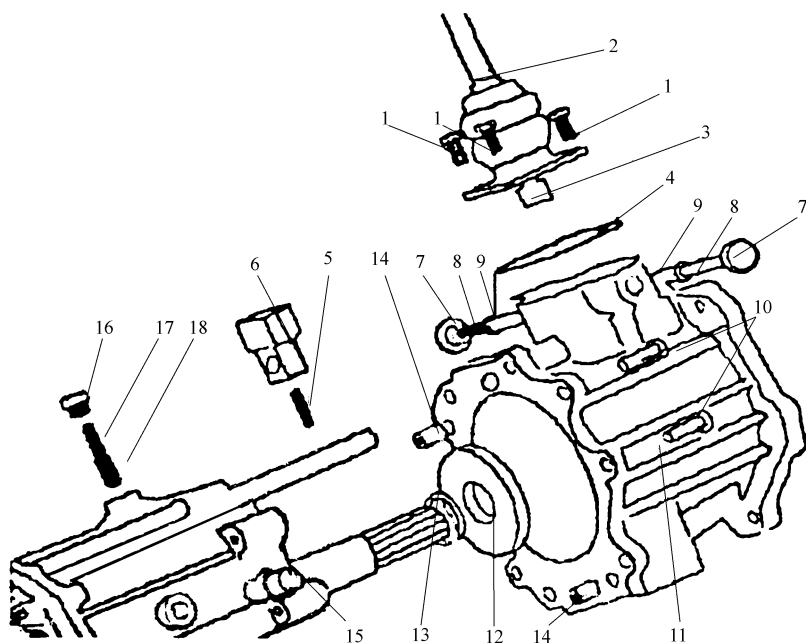
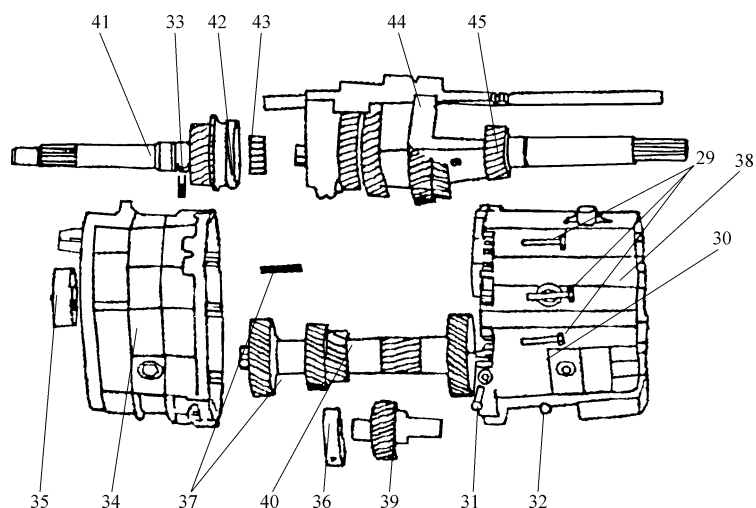

图 3-51 变速器总成解体步骤
图 3-53 变速器总成解体步骤
1. 变速器总成解体步骤（如图 3-51 ~ 图 3-53 所